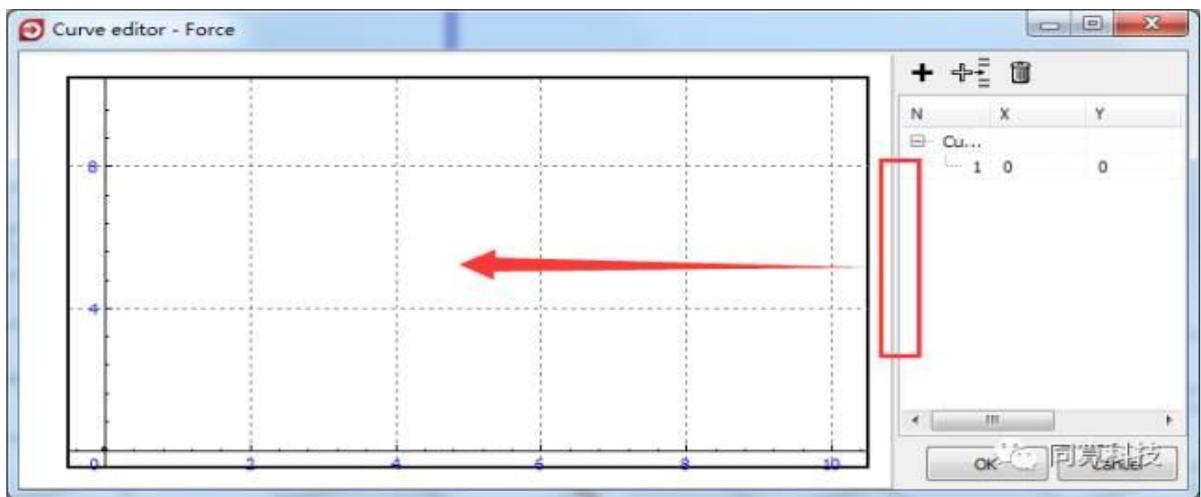

图 021-4 打开文件
4、点击曲线编辑器的“打开”按钮（如果没显示，将绘图窗口右边界往左拉即可，如图 021-4），选择文件“横向止挡.crv”，点击打开；